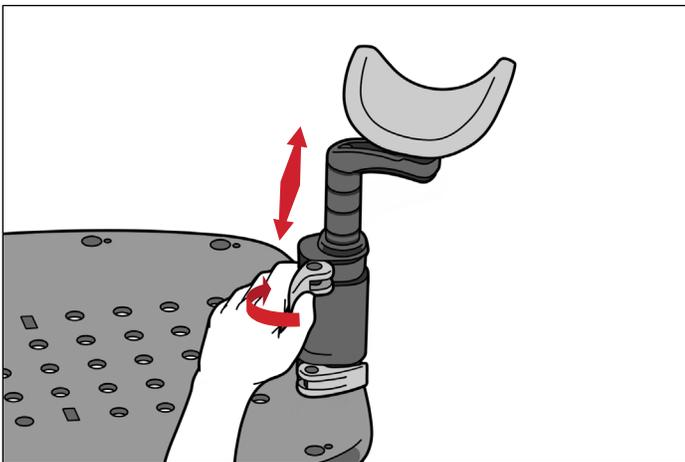

FIGURE 17
3. Pour lever ou abaisser la coque du repose-poignet, ouvrir le levier supérieur. Lever, abaisser ou tourner la coque dans la position souhaitée, puis fermer le levier supérieur. (Figures 17 et 18)